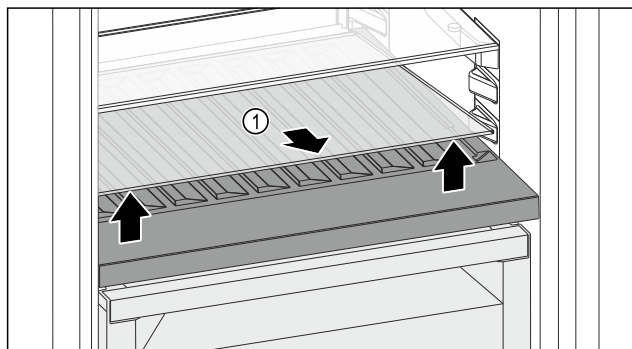

Fig. 109
- Скористайтесь пазом спереду, щоб підняти скляну полицю Fig. 109 (1) і вийняти її.
- Безпечно зберігайте скляну полицю Fig. 109 (1) за межами пристрою.